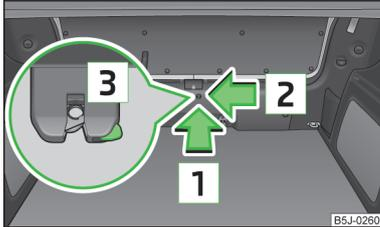

Abb. 36
- In die Öffnung in der Verkleidung in Pfeilrichtung 1 » Abb. 36 einen Schraubendreher oder ein ähnliches Werkzeug bis zum Anschlag einführen.